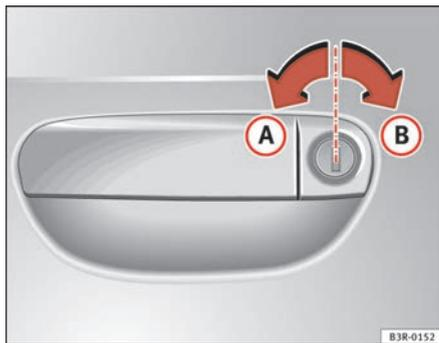

Fig. 69 Movimentos da chave para abrir e fechar
- Rode a chave para a esquerda, na fechadura da porta do condutor, até atingir a posição de abertura **(A)** ⇒ fig. 69.
- Rode a chave para a direita, na fechadura da porta do condutor, até atingir a posição de fecho **(B)** ⇒ fig. 69 ⇒ **(A)**.
Para isso, rode a chave na fechadura da porta do condutor **duas vezes** sucessivamente, até atingir a posição de fecho **(B)** ⇒ fig. 69.